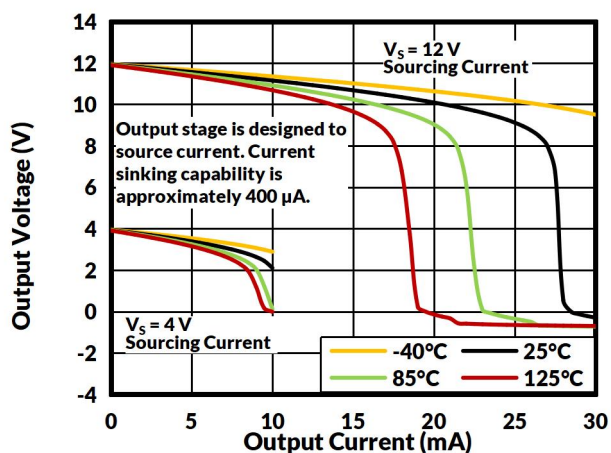

图 6. 正输出电压摆幅与输出电流
- (1) 25°C下进行 100% 生产测试。工作温度范围内的限值通过统计质量控制 (SQC) 方法的相关性来确保。
- (2) 典型值代表特性测定时确定的最可能的参数标准。实际典型值可能随时间变化，并取决于应用和配置。
- (3) 总输出误差包括增益误差和 VOS 的影响。
- (4) 见图6。
- (5) 由设计指定。
- (6) 有关该操作区域的详细信息，请参见第 8.4.2 节。